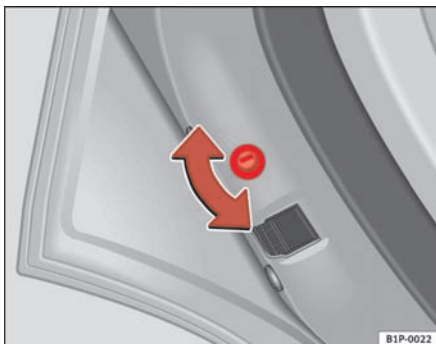
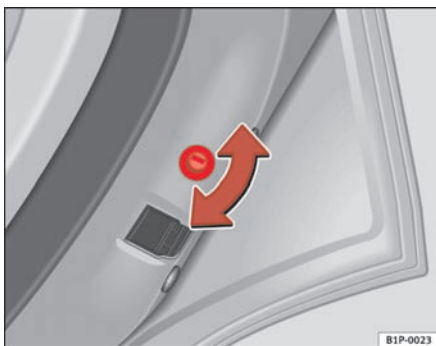

Fig. 43 Børnesikring i venstre dør
Fig. 44 Børnesikring i højre dør
- Når døren er åben, skal du sætte tændingsnøglen i slidsen i døren og dreje den mod uret i døren i venstre side og med uret i døren i højre side ⇒ fig. 43, ⇒ fig. 44.
- Når døren er åben, skal du sætte tændingsnøglen i slidsen i døren og dreje den mod uret i døren i højre side og med uret i døren i venstre side ⇒ fig. 43, ⇒ fig. 44.